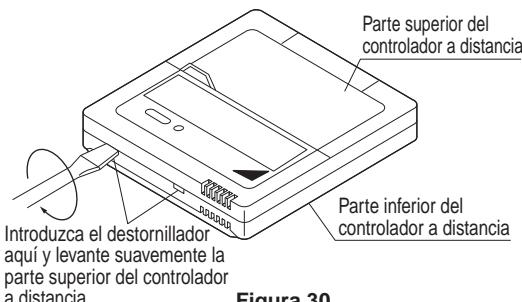

Figura 30
- (1) Introduzca un destornillador \ominus en el intermedio entre la parte superior e inferior del controlador a distancia, y luego de trabajar en las dos ranuras, retire la parte superior. El tablero del computador del controlador a distancia viene pegado a la parte superior del controlador a distancia. (Vea la Figura 30)